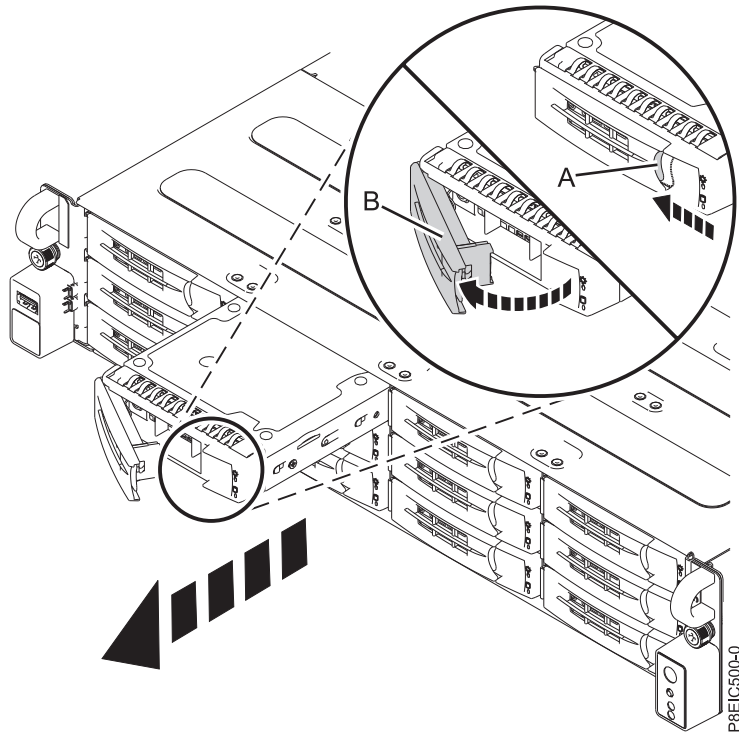

Figura 56. Extracción de una bandeja de unidad frontal
4. Desbloquee el asa de la bandeja de la unidad empujando el pestillo (**A**) en la dirección indicada. El asa (**B**) se desencaja saliendo hacia usted. Si el asa no queda totalmente hacia fuera, la bandeja de la unidad no se desliza fuera del sistema, tal como se indica en Figura 56 en la página 91.